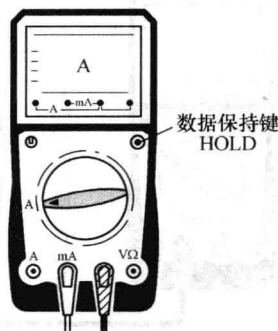

图 1-13 数据保持 (HOLD)
(9) 数据保持(HOLD) 当检测数据基本稳定后,可以按下“HOLD”键,如图 1-13 所示,将检测数据保持,然后读取。